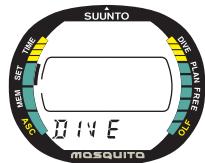

Fig. 4.7. Réglage Mode
1. Depuis le Mode réglage, appuyez 3 fois sur le bouton **S** afin de sélectionner le Mode Réglage Plongée (Fig. 4.7.).